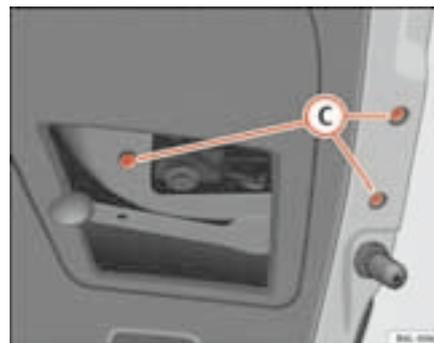

Fig. 157 Luz trasera en el portón
- Extraiga los tornillos **(C)** ⇒ página 232, fig. 157 y desenchufe el conector.